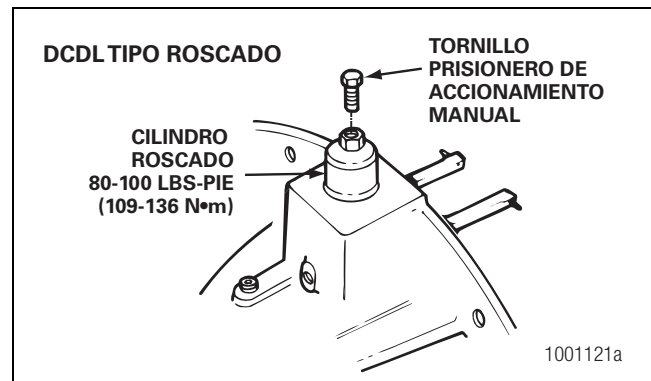

Figura 6.18
- Atornille el cilindro DCDL en su sitio. Apriete el cilindro con una torsión de 80 a 100 lbs-pie (109-136 N•m). Figura 6.18.